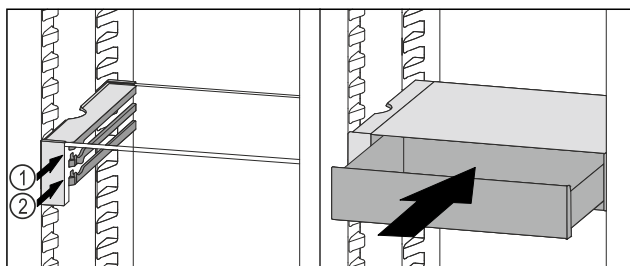

Fig. 94
- ▶ Założyć szufladę VarioSafe za stoperami na wybranych żebrach Fig. 94 (1) lub Fig. 94 (2).